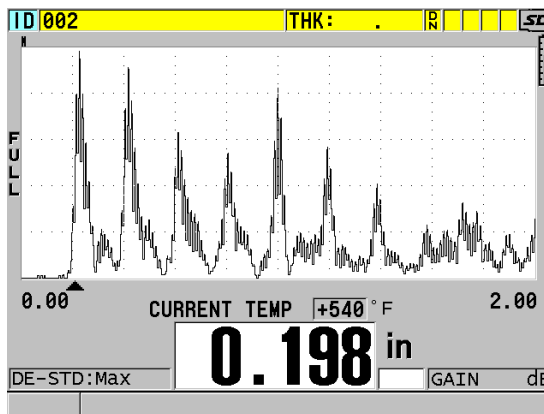

図 10-19 温度補正データの表示
4. [測定]を押して、温度補正がオンになっている測定画面に戻ります（175ページの図 10-19 参照）。